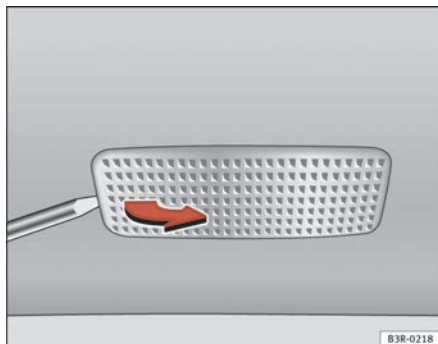

Fig. 235 Desmontagem da luz da pala do sol
- Retire a luz com cuidado, utilizando a parte plana da chave de fendas ⇒ fig. 235.